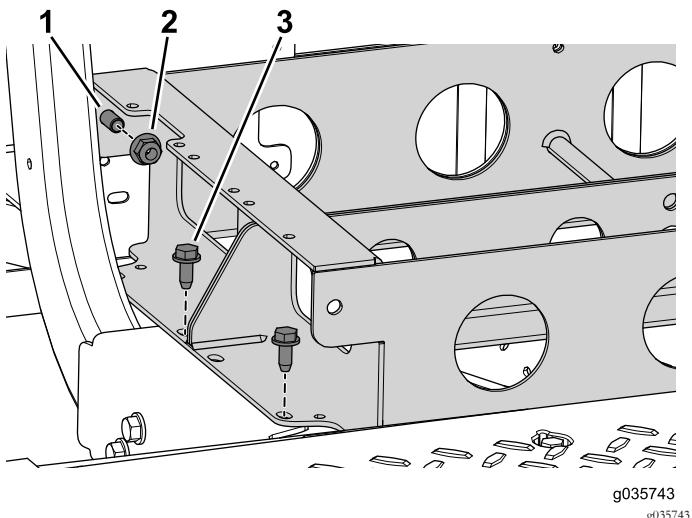

図 60
7. バッテリートレイを車体に固定しているボルト4本を取り外す図 60。
8. 前後のバッテリートレイを連結しているフランジナット2個を外す。ボルト2本は外さない図 60。